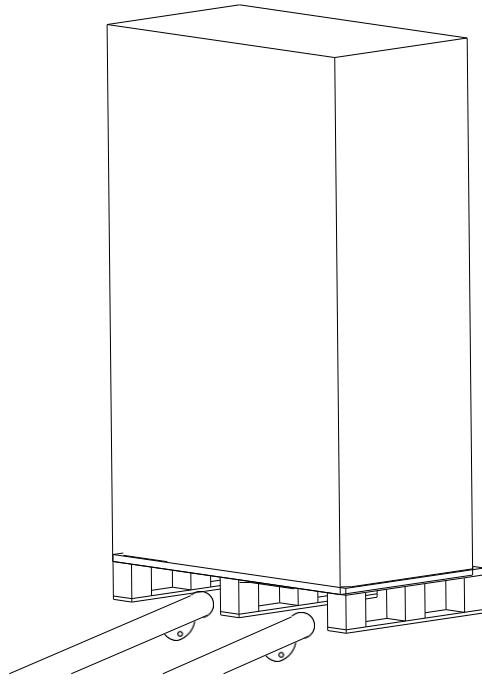

Fig.2-4 Transportar al lugar asignado
2. Transporte el equipo al lugar designado mediante una carretilla elevadora, como se muestra en la Fig.2-4.